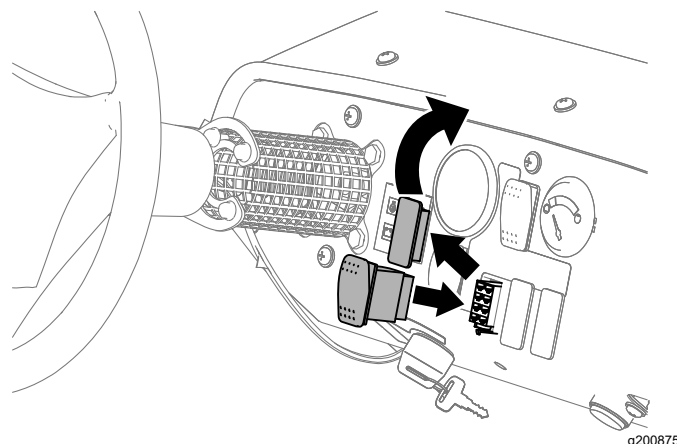

Figure 26
1. Retirez l'obtuteur du tableau de bord de la machine (Figure 26).
3. Montez l'interrupteur dans le tableau de bord et poussez-le jusqu'à ce qu'il s'enclenche fermement dans l'ouverture (Figure 26).